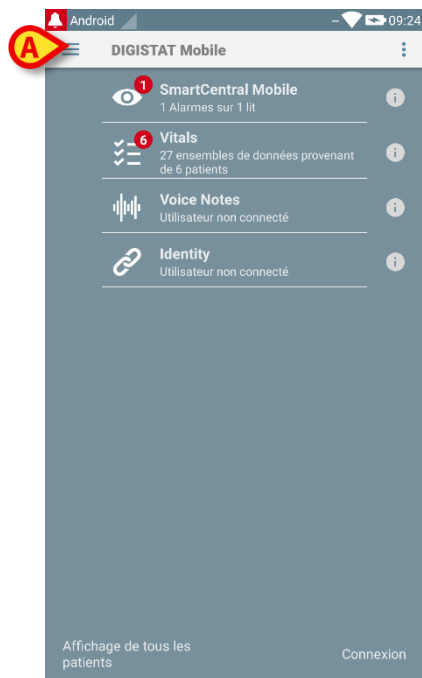

Fig 19
- Activer l'écran principal de l'application Digistat® Mobile (Fig 19).
- taper sur l'icône  dans le coin supérieur gauche de l'écran (Fig 19 **A**).